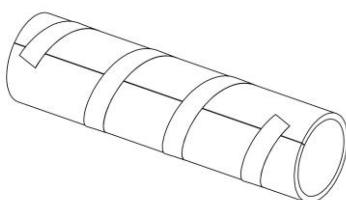

Рис.3
- Отрежьте трубу теплоизоляции 110x9, длиной равной глубине пластикового канала. Проверьте, легко ли заходит труба в пластиковый канал. В случае если теплоизоляция не входит в пластиковый канал, подрежьте теплоизоляционную трубу вдоль до нужного диаметра и заклейте шов скотчем, обернув его вокруг трубы по спирали. (Рис. 3)